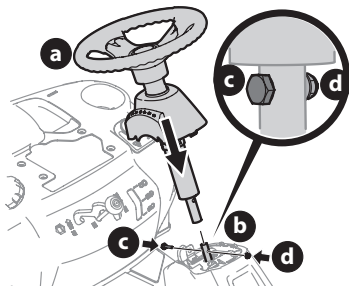

Figure 4
4. Abaissez le volant (a) sur la partie inférieure de l'arbre de direction (b) et maintenez-le en place avec le boulon à épaulement (c) et le contre-écrou (d) retirés plus tôt (Figure 4).